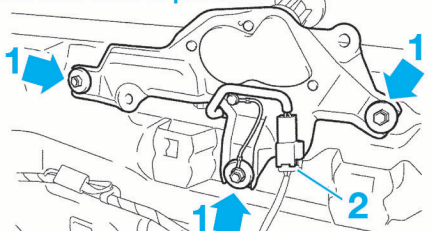

FIG. 73
- Débrancher le connecteur (2) (Fig.73)
- Déposer les vis de fixation (1)